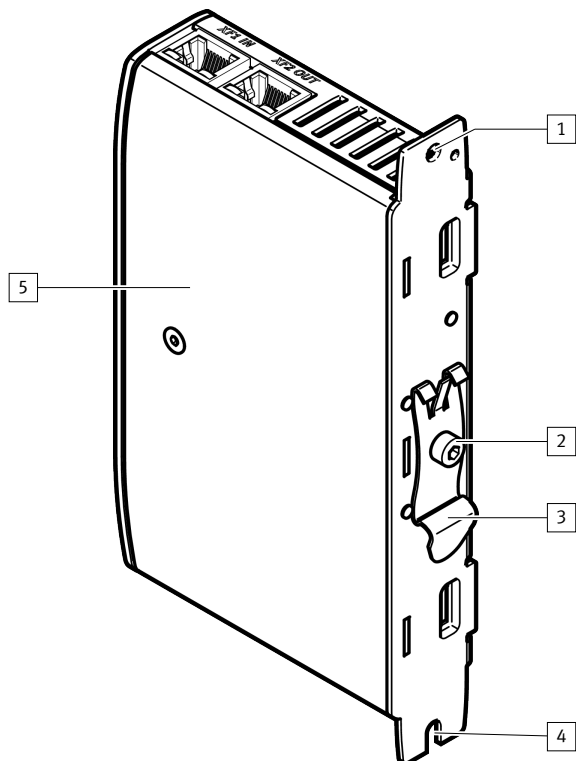

Рис. 4: Элементы на обратной стороне
- Если клемма монтажной рейки не установлена, прикрутите ее при помощи оригинального винта с тыльной стороны ➔ Рис. 4.